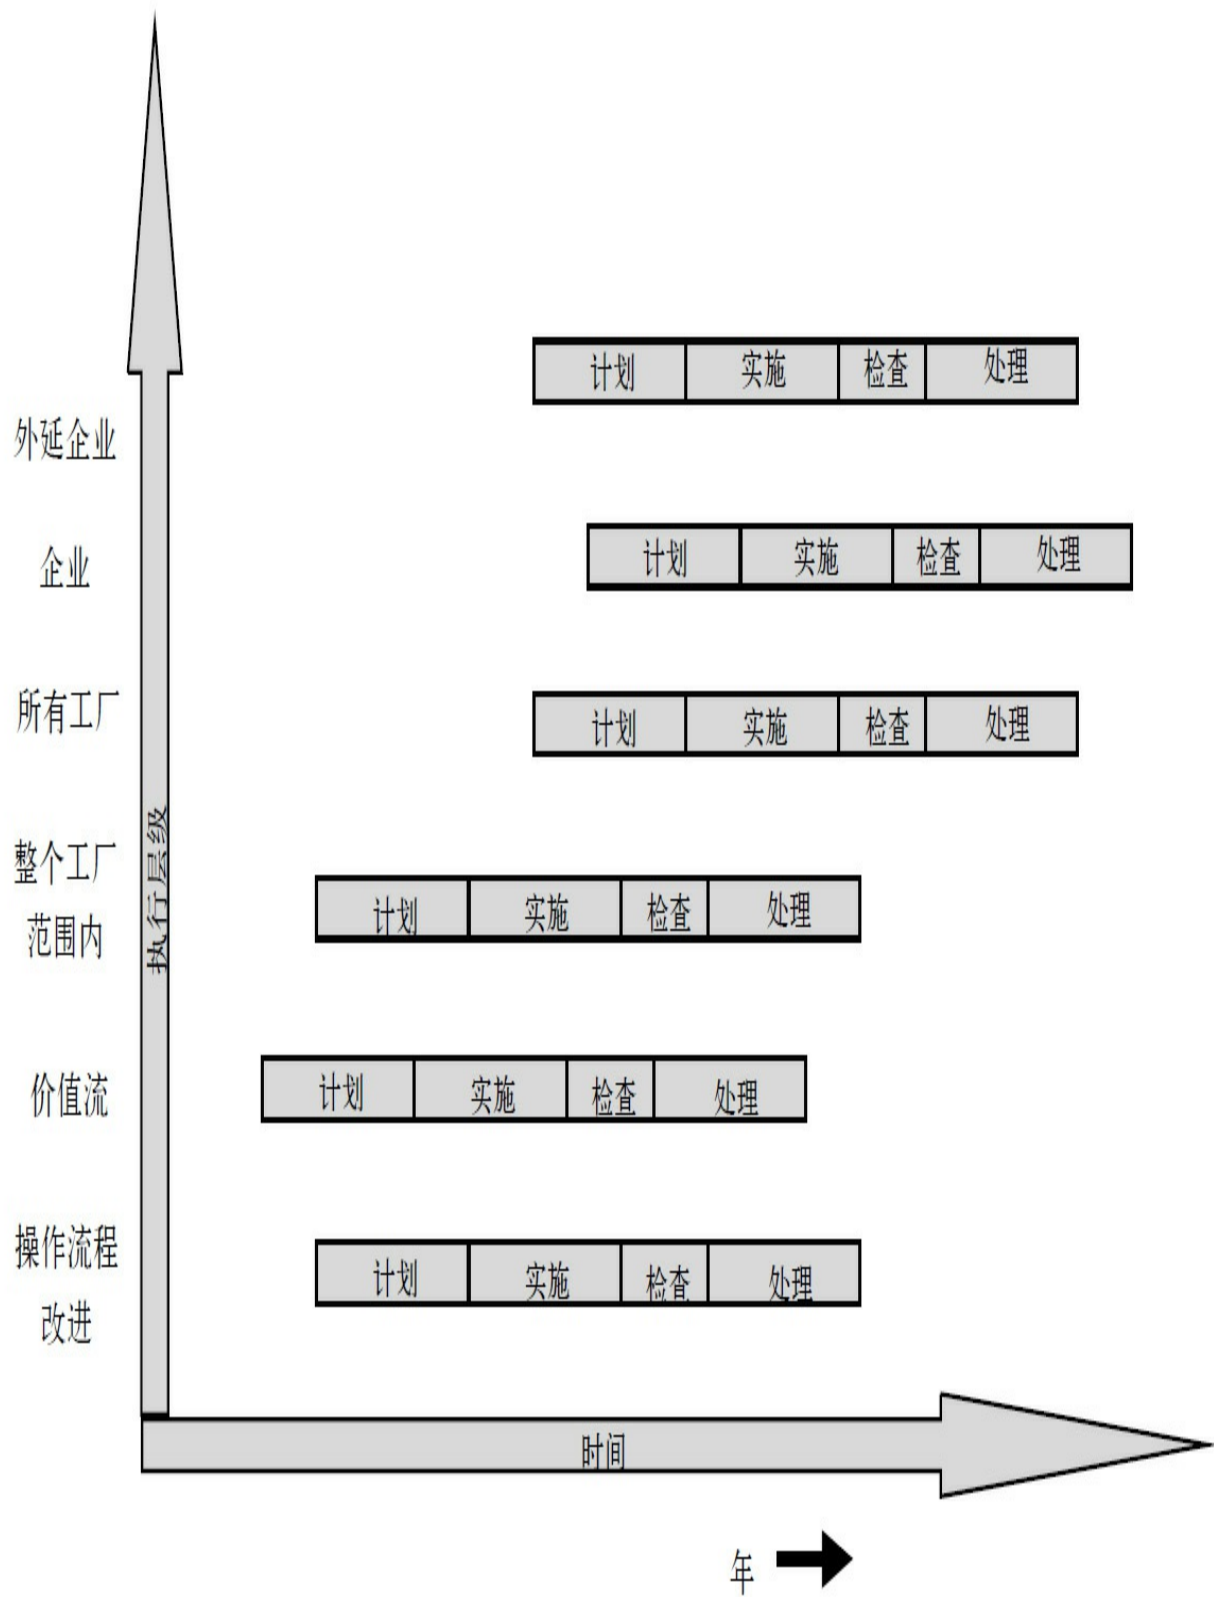
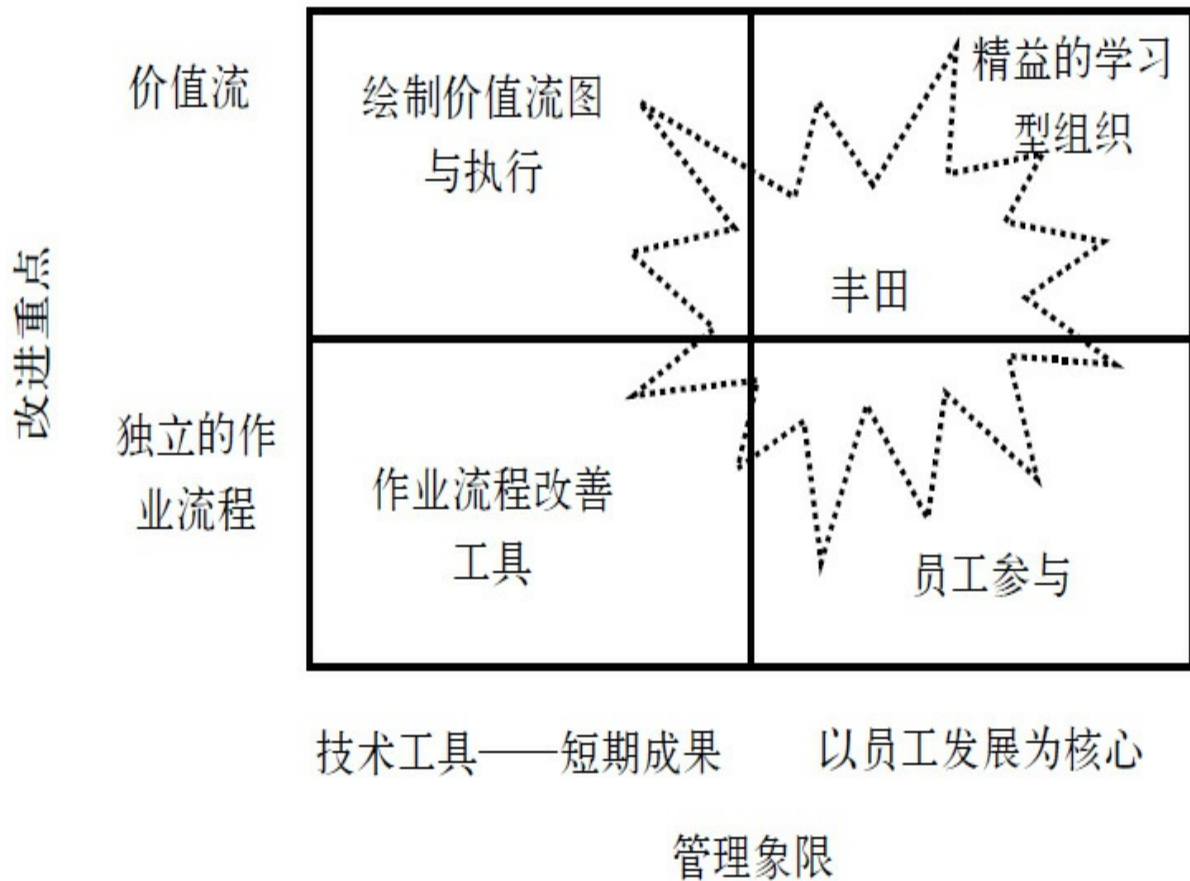

图 19-10 实行精益方案方法示例
图 19-11 精益改善的管理策略：你的公司落在哪个象限
这些策略彼此间排斥，重点在于必须有一个合乎逻辑且完善规划的流程可以运用此类精益工具，由此促进精益制度乃至最终精益价值流的建立。天纳克公司制定了一项整体性的未来状态价值流方案，选定了某产品套系绘制价值流图并建立了价值流模范生产线。但在推出此价值流模范生产线后，立即启动其他作业流程改进和覆盖整个工厂的改善活动，例如在问题领域举办改善工作坊，推出热点方案，并在整个工厂运用5S或TPM等精益工具，如图19-10所示。
需要注意的是，图19-10中每一个层级都显示出“计划—实施—检查—处理”循环。实行精益方案绝不仅仅是获取投资回报。企业经常会投资大量资金在人员的培训和咨询支持上，高管层会要求制订业务方案，比如说明一下预期何时能获得回报？如果在该业务方案中你要提供数字的话，只有说明切实的成本节约数字才能得到高管层的信服，而成本的节约基本上就意味着人力的减少，或者也可能有库存节约，比如平均1美元节省10美分。持续改善团队（或任何类似名称）如今在枪口之下，他们会把这种压力转嫁给精益顾问：“一年之内我们就需要看到投资回报。”
我们已经讨论过在许多层级执行的多种精益改善策略。图19-11中的模型基于两种因素：此精益方法的侧重点主要落在价值流层级还是个别作业流程层级？此精益改善方法的主要目标是应用技术工具来实现短期目标，还是包括人员更长期发展在内的长期目标？图中将这些策略形成了一个框架体系。
- 2.使用图19-11的二阶矩阵，把过去最重要的精益活动加以分类，看看大多数活动落在哪个象限。
- 3.现在，思考你未来的行动该如何以目前已取得的成果为基础。你接下来该进入图19-10和图19-11模型中的哪一部分？比如，假如过去你的公司主要侧重运用精益工具或热点方案，那么接下来你或许该实行“价值流模范生产线”方法了。如果你过去累积了图19-11左侧（矩阵图中工具的一侧）的丰富经验，那么接下来你也许该致力于员工培养层面了。注意，从电装公司的例子可以看出，就算你致力于员工的培养，仍然需要让员工参与作业流程或价值流的具体改善活动。
- 4.制订一份高水平的工作计划。你可以使用图19-10中的简单概念作为框架，注明大概的日期。